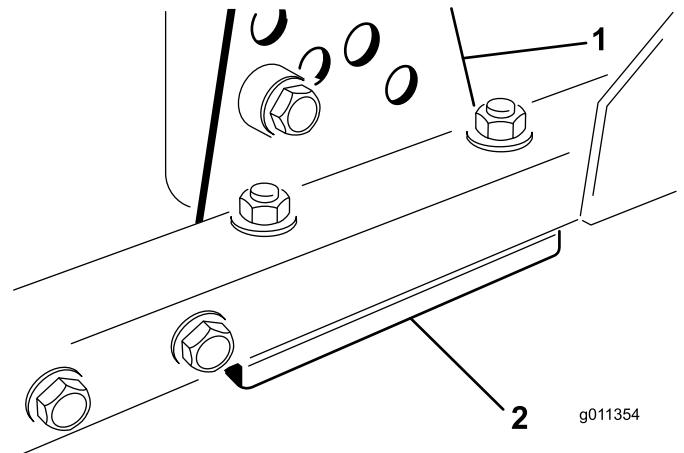

Figure 13
- Retirez le support de hauteur de coupe (avant, gauche ou droit) du bâti du plateau de coupe (Figure 13).
- Placez des cales de 1,5 mm et/ou une cale de 0,7 mm entre le bâti et le support du plateau pour obtenir la hauteur de coupe voulue (Figure 13).